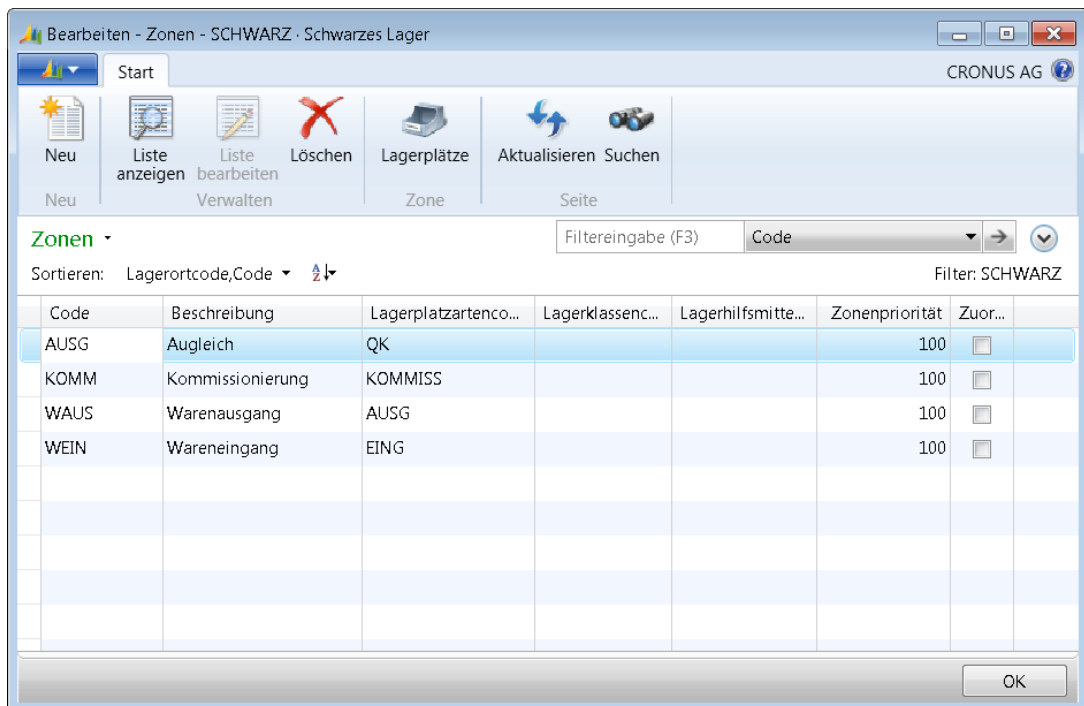

Abbildung 6.2 Einrichtung der Zonen im Lagerort SCHWARZ
4. Klicken Sie im nun geöffneten Fenster *Zonen* im Menüband auf die Schaltfläche *Neu*, um neue Zonen anzulegen; legen Sie die in der Aufgabe angegebenen Zonen entsprechend der Abbildung 6.2 an.